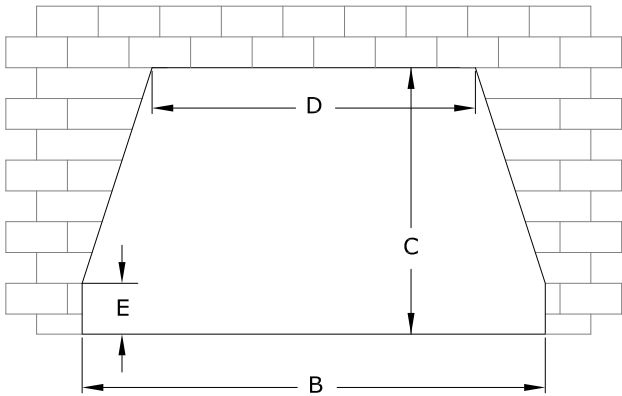

Figure 3.2 - Dimensions minimums d'ouverture du foyer existant
- Voir les dimensions minimums requises à la Figure 3.2 et au Tableau 3.1.
- Si vous installez le protecteur de plancher NK29-FLP, ajoutez 1/2 po (12,7 mm) (épaisseur du protecteur de plancher) à la hauteur (A), pour maintenir les dégagements minimums de l'ouverture.